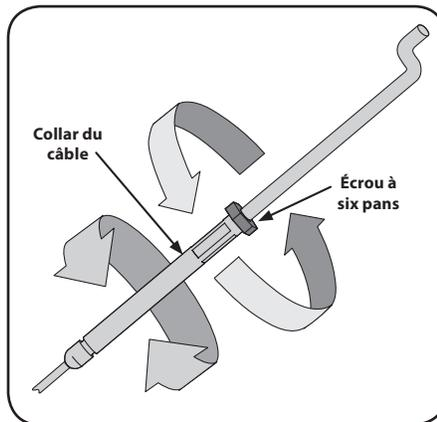

Figure 3-9
- Ajuster le câble d'embrayage de la marche avant ou de la marche arrière en desserrant l'écrou à six pans. Voir la Figure 3-9.